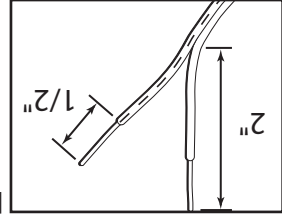

FIG. 4-7 Partiendo y pelando
- Parta y pele los extremos de los alambres del detector y alambres pre-alambrados (Fig. 4-7).
- 4. Parta y pele los extremos de los alambres del detector (Fig. 4-7).**